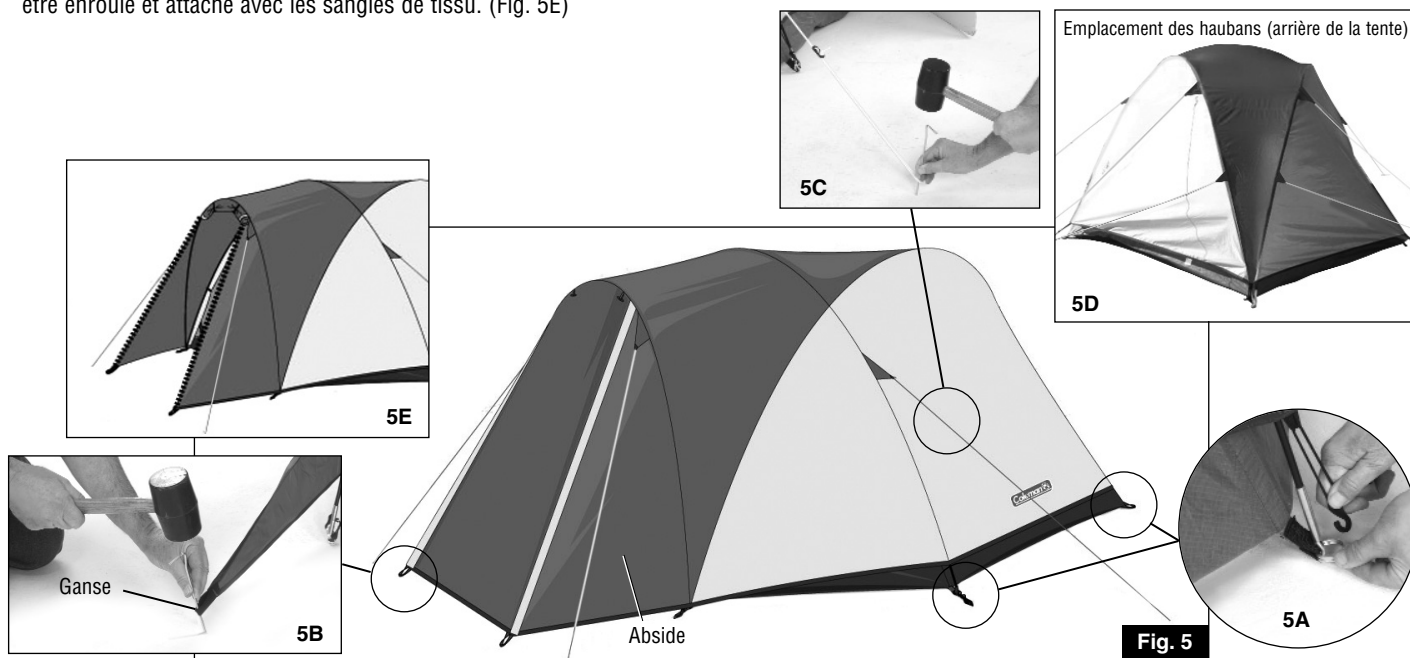

Fig. 5
7. Clip hooks on elastic cords, on the sides and back edges of Rainfly, onto metal rings of tent. (Fig. 5 & 5A)
8. Stretch elastic straps located on Vestibule at front of tent and all guylines, stretch until taut, and secure with stakes. (Fig. 5, 5C, 5D & 5E)
7. Fixez les crochets des sandows des bords des côtés et de l'arrière du double toit, aux bagues en métal de la tente. (Fig. 5 et 5A)
8. Étirez les sandows de l'abside, à l'avant de la tente, et tous les haubans pour les tendre, puis ancrez-les à l'aide de piquets. (Fig. 5, 5C, 5D et 5E)